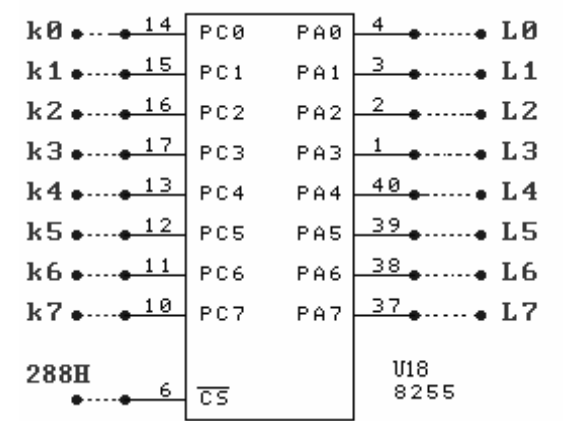

图 2-10
- 1. 实验电路如图2-10，8255C口接逻辑电平开关K0~K7，A口接LED显示电路L0~L7。